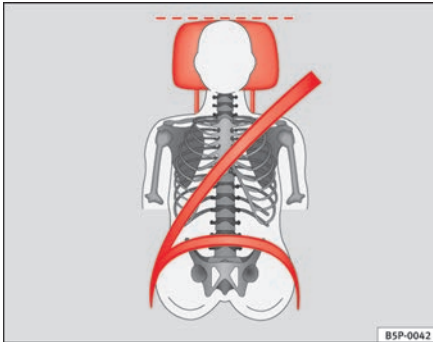

Abb. 13 Richtiger Gurtbandverlauf und richtige Kopfstützeinstellung von vorne betrachtet
- Das Schultergurtteil des Sicherheitsgurtes muss über die Schultermitte und niemals über den Hals verlaufen. Der Sicherheitsgurt muss flach und fest am Oberkörper anliegen ⇒ **Abb. 13.**